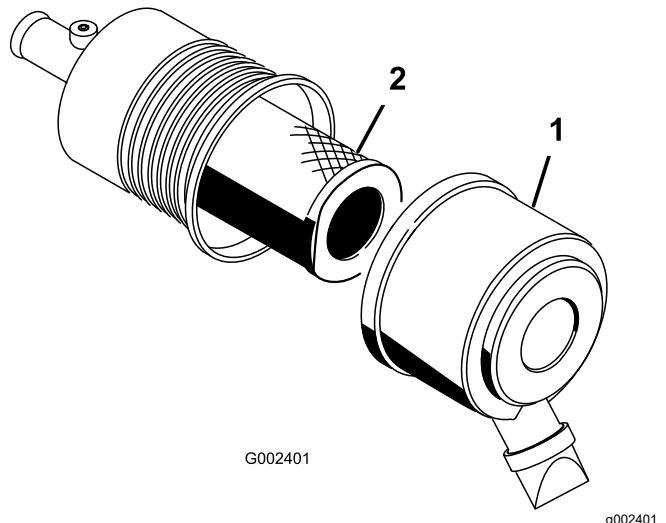

Figura 52
- Abra los enganches que sujetan la tapa del limpiador de aire a la carcasa del limpiador de aire (Figura 52).
- Retire la cubierta de la carcasa del limpiador de aire (Figura 52).
- Retire y cambie el filtro (Figura 52).